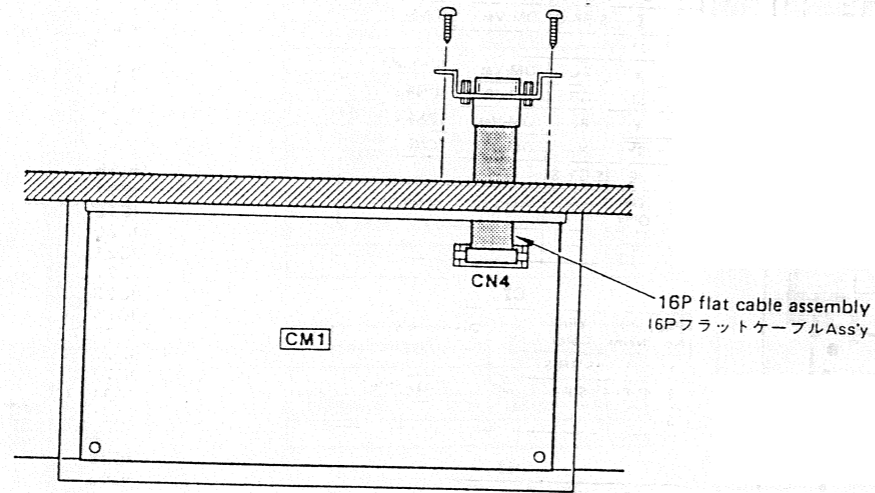

Fig. 4
- ⑤ As shown in the Fig. 4, pass the 16P flat cable assembly through the blind plate hole. After securing the connector chassis (2 screw), insert the 16P connector into CN4 of the CMI circuit board.
- ⑤ 図4のように16PフラットケーブルAss'yをめくら板穴より通し、コネクタシャーシ(ネジ2本)を固定した後、CMIシートのCN4へ16Pコネクタを差し込みます。